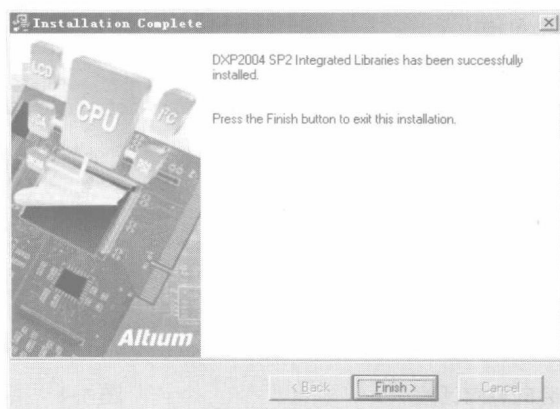

图 1-9 安装完成
- (8) 安装完成，单击 Finish 按钮，如图 1-9 所示。